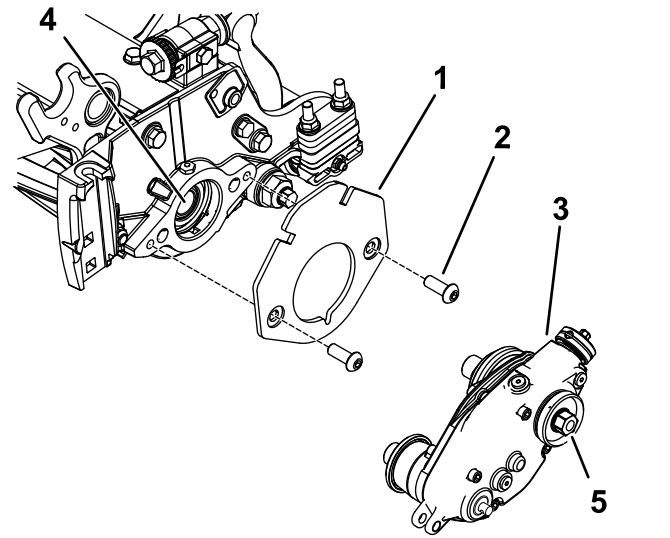

图9
2. 用 2 个六角圆头螺栓 $\frac{3}{8} \times \frac{3}{4}$ 英寸固定配重块架如图 9 所示。
3. 在内滚刀轴的螺纹上涂抹中等强度防松螺纹油如蓝色 Loctite® 243 乐泰胶图9。
4. 用疏草刀驱动箱上的六角头螺栓将其连接到滚刀轴上图9。